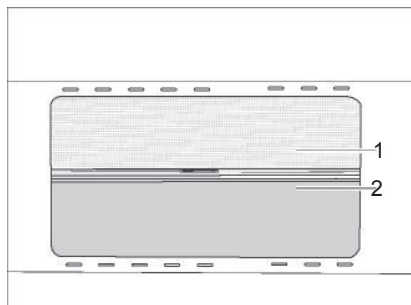

Bild 11 Ausstellfenster (Abb. ähnlich)
- In die Einkerbung (Bild 11,2) fassen und Verdunklungsrollo von oben nach unten bis zur gewünschten Höhe ziehen.
- In die Einkerbung (Bild 11,2) fassen und Verdunklungsrollo nach oben schieben.
- Insektenschutzrollo an dem Griff (Bild 11,1) nach unten ziehen.
- Insektenschutzrollo an dem Griff (Bild 11,1) nach oben schieben.